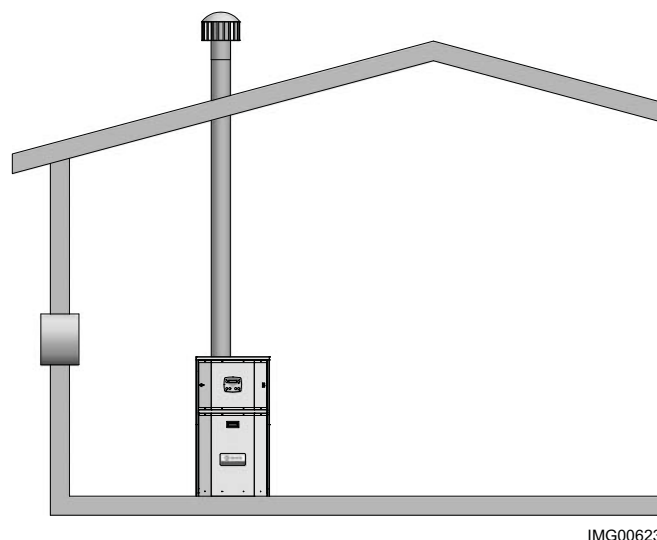

Figure 1-5_Air de combustion de l'extérieur - Ouverture unique
4. Si une seule ouverture d'air de combustion est aménagée pour amener l'air directement de l'extérieur, l'ouverture doit être dimensionnée avec une surface libre minimale de un pouce carré pour 3 000 Btu/hr (7 cm² par kW). Cette ouverture doit se situer à moins de 12" (30 cm) du haut de l'enceinte (voir FIG. 1-5).